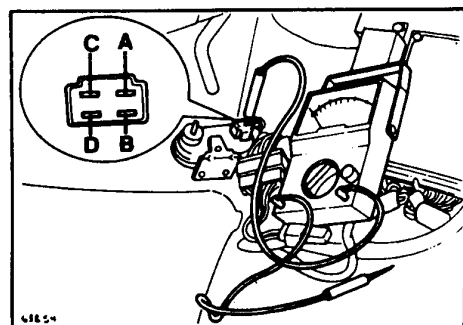

Рис. 22 Проверка барометрического датчика
- Не отсоединяя разъемы датчика включите зажигание и измерьте напряжение на клемме разъема D (рис. 22).